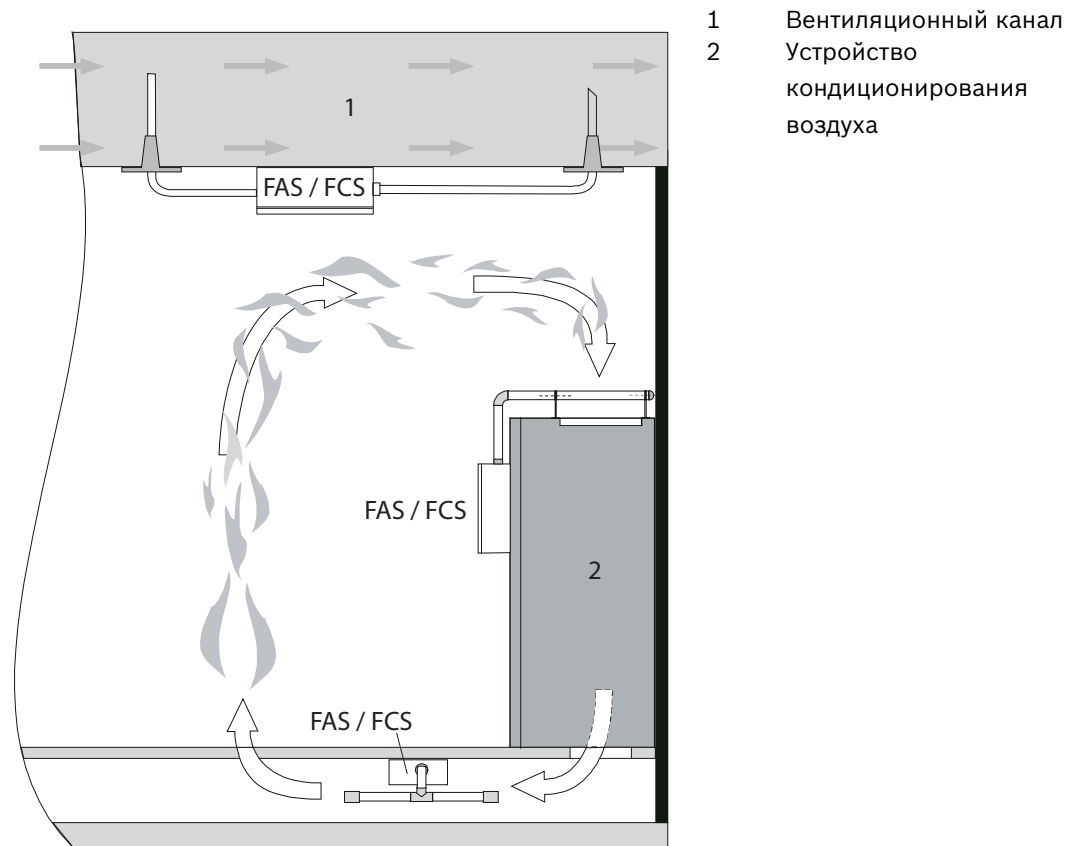

Рисунок 2.2 Варианты защиты устройств кондиционирования и вентиляционных каналов (принцип действия)
- В устройствах кондиционирования воздуха (см. *Рисунок 2.2*) или